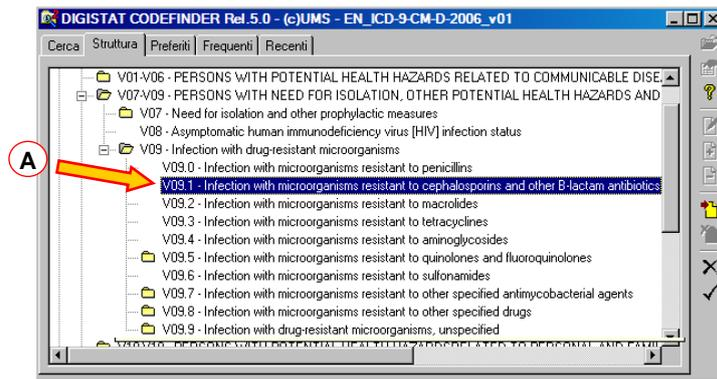

Fig 57
Si aprirà la finestra di “Codefinder” (Fig 57).
3. Fare doppio click sull'elemento da inserire (Fig 57 A).